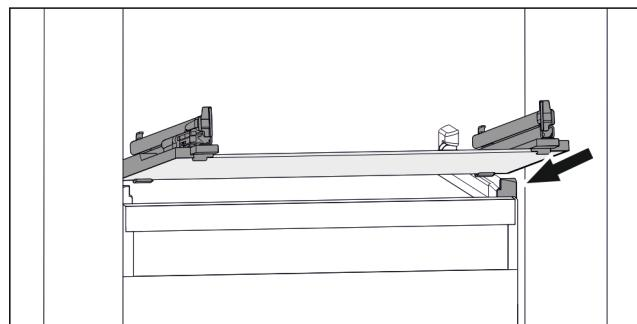

Fig. 161 Simbolična slika steklene plošče
- Stekleno ploščo postavite v poševnem položaju za zaustavljalniki. (glejte Fig. 161)